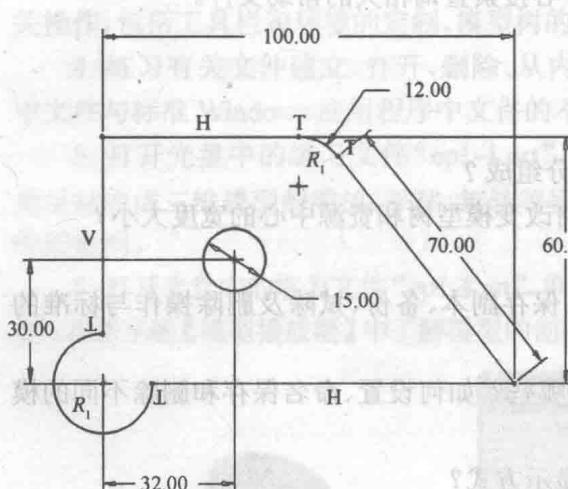
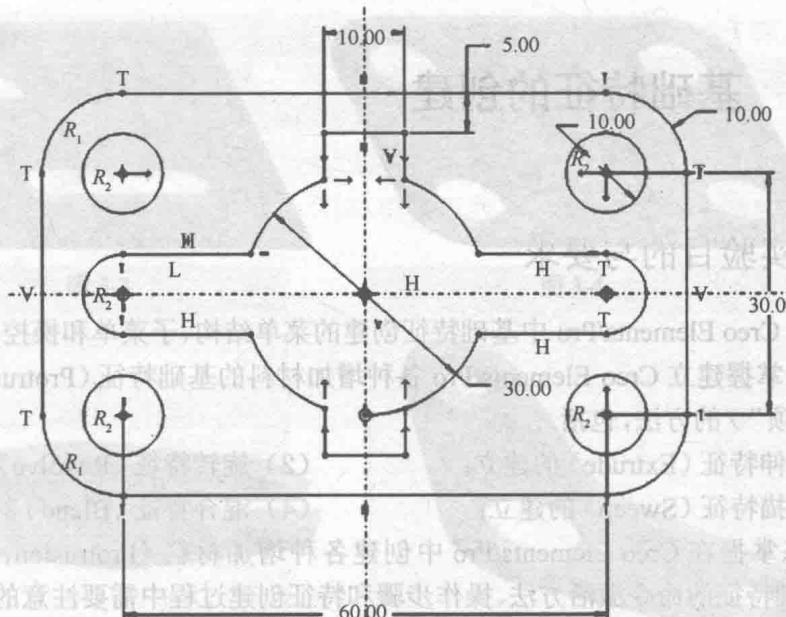

图 2-1
图 2-12
2. 应用二维参数化草图的绘制与尺寸标注的方法和技巧分别完成图 2-1 至图 2-12 参数化草图的绘制; 并分别以 ep2-1 ~ ep2-12 的名称保存在自己的工作目录下, 以备后续课